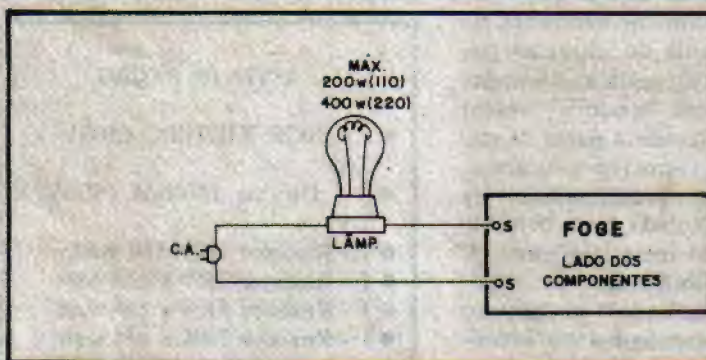

Fig. 4
- **FIG. 4** - As ligações externas à placa são poucas e simples, porém **muito** importantes, já que da sua perfeita realização depende o funcionamento final da montagem. A fig. 4 mostra a placa ainda pelo lado dos componentes, porém com as ligações à lâmpada controlada e à C.A. claramente indicadas, a partir das ilhas periféricas "S"- "S". **ATENÇÃO:** sob "nehumíssima" hipótese os pontos "S-S" podem ser ligados diretamente à C.A.! É sempre **obrigatório** que a lâmpada controlada esteja inserida **entre** o FOGUE e a tomada, conforme claramente mostrada na figura!